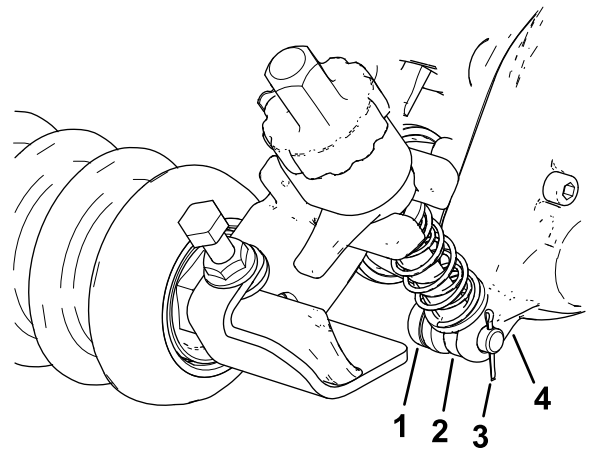

Figure 10
2. Sur le boîtier d'entraînement du groomer, glissez la tige du bras de réglage du support de hauteur de coupe dans l'espace existant et fixez-la avec une goupille de réglage et une goupille fendue, comme montré à la Figure 10.